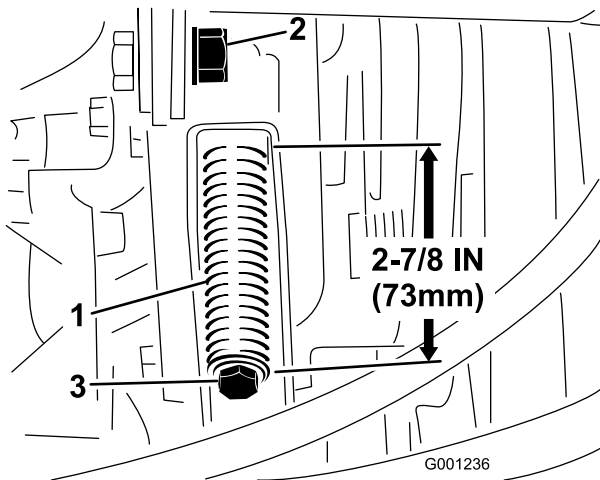

Figura 78
3. Afloje la contratuerca de la varilla tensora (Figura 78).
4. Utilice una llave de 1/2" para apretar o aflojar el muelle tensor de la correa (Figura 78). Ajuste el muelle a una longitud de 273 mm.
4. Utilizando una llave de 1/2", afloje completamente el muelle tensor de la correa (Figura 78).
6. Instale la nueva correa de la TDF y tense el muelle de la polea hasta que tenga una longitud de 73 mm (Figura 78).
7. Apriete la contratuerca (Figura 78) y cierre el capó.